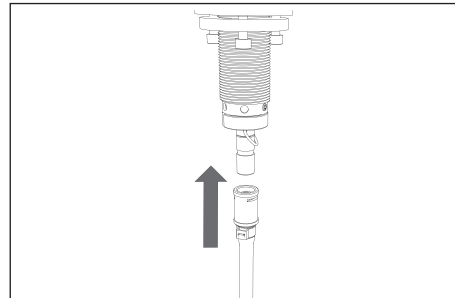

Abb. 8.2 Schlauch am Kochend-Wasserhahn anbringen
6. Schieben Sie den Verbinder an dem roten Schlauch, der aus dem Boiler austritt, bis zum Anschlag über den Kochend-Wasserhahn (siehe Abb. 8.2).